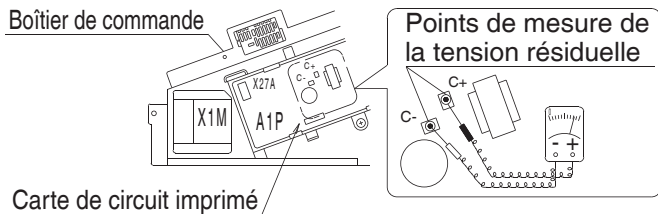

Fig. 1
- Après avoir ouvert le couvercle du boîtier de commande, mesurer la tension résiduelle entre les points indiqués sur la **Fig. 1** de la Carte de circuit imprimé à l'aide du testeur sans toucher la pièce sous tension, puis vérifier que la tension résiduelle est de 50 V c.c. ou moins.